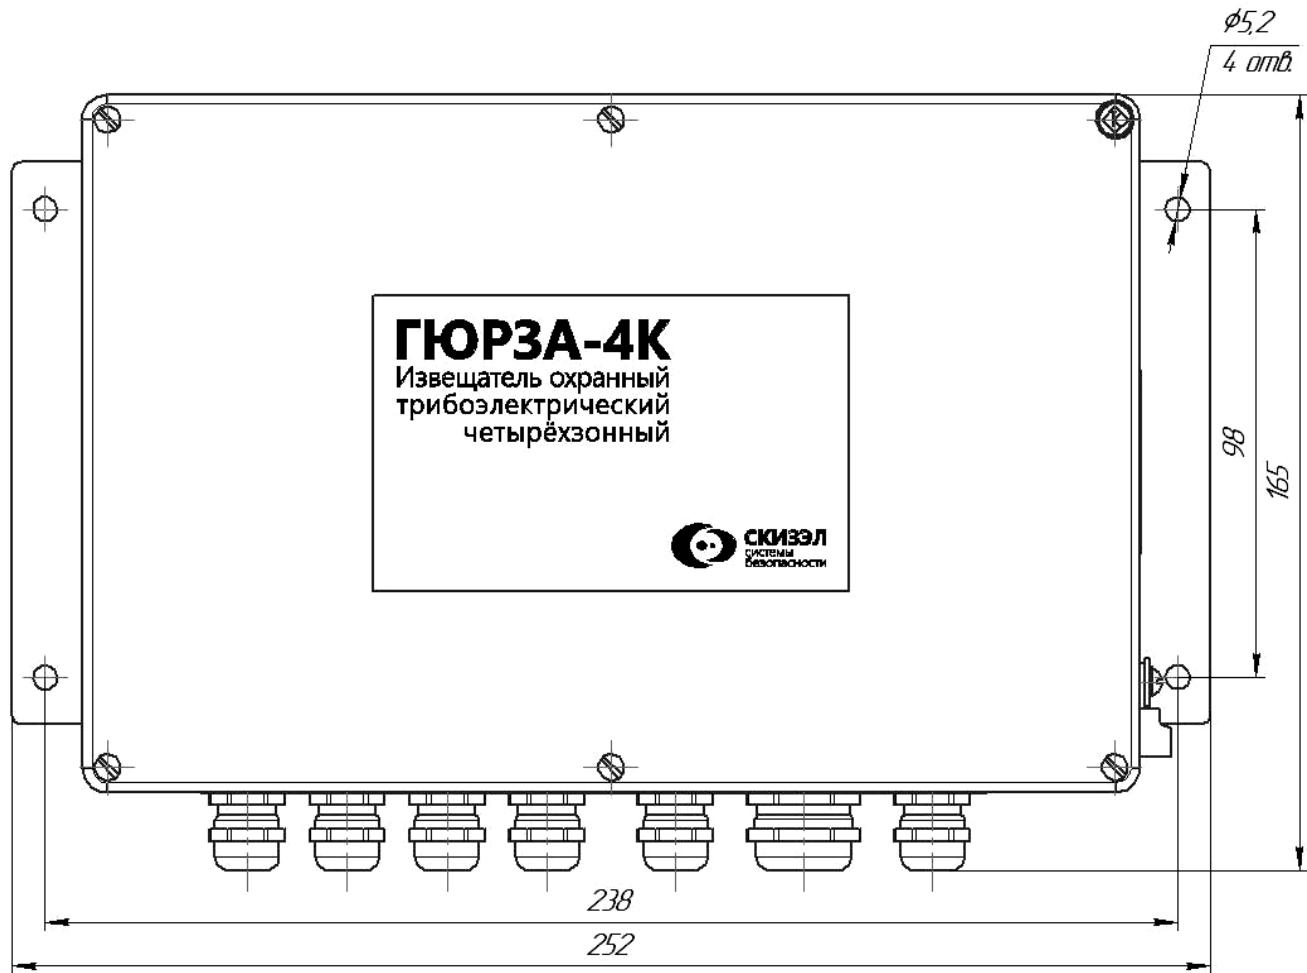

Рисунок 4.1
- произвести разметку под отверстия для крепления БОС (рисунок 4.1);